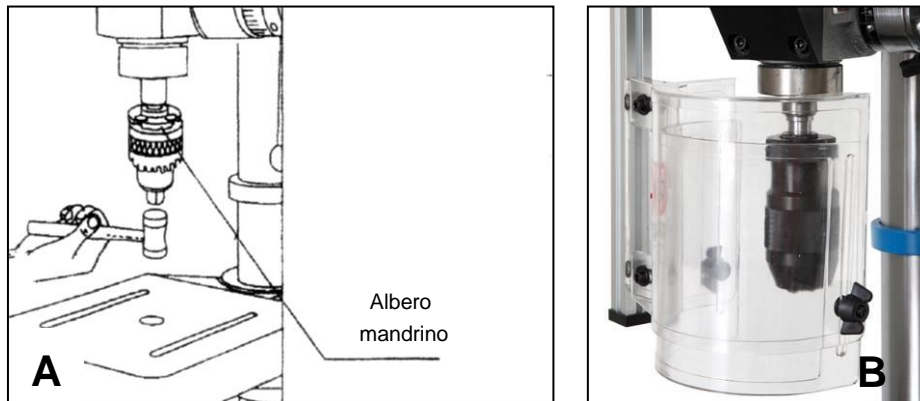

Figura 8 - mandrino (A: battere col martello – B: vista d’insieme).
3. Inserire l'albero del mandrino all'interno del foro del cono mandrino, dopodiché battere la punta del mandrino con un martello di gomma o legno (come mostrato in Figura 8).